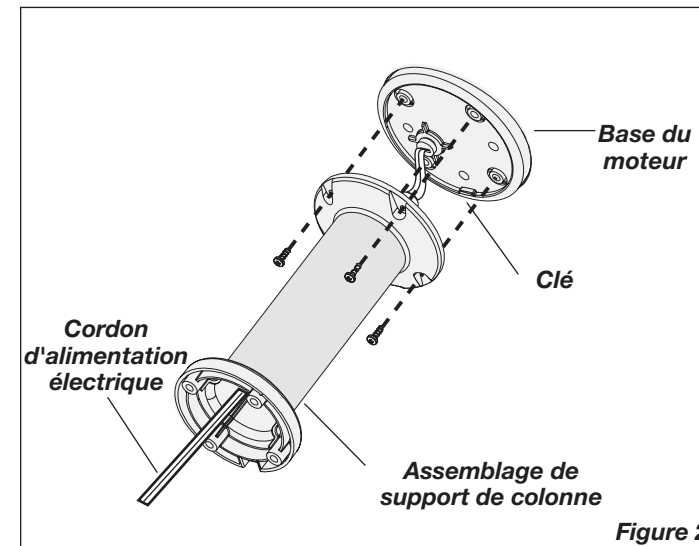

Figure 2
## REMOTE CONTROL (Figure 2)
2. Fixer l'assemblage de support de colonne à la base du moteur avec (4) vis M5 X 13 mm. Assurez vous d'aligner la clé sur la base de moteur avec l'encoche de localisation sur l'assemblage de support de colonne. (Figure 2)